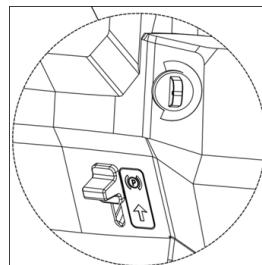

Рис. 33
- Переведите рычаг ручного тормоза в положение «P» - парковка, затем отпустите педаль тормоза (рис. 33).